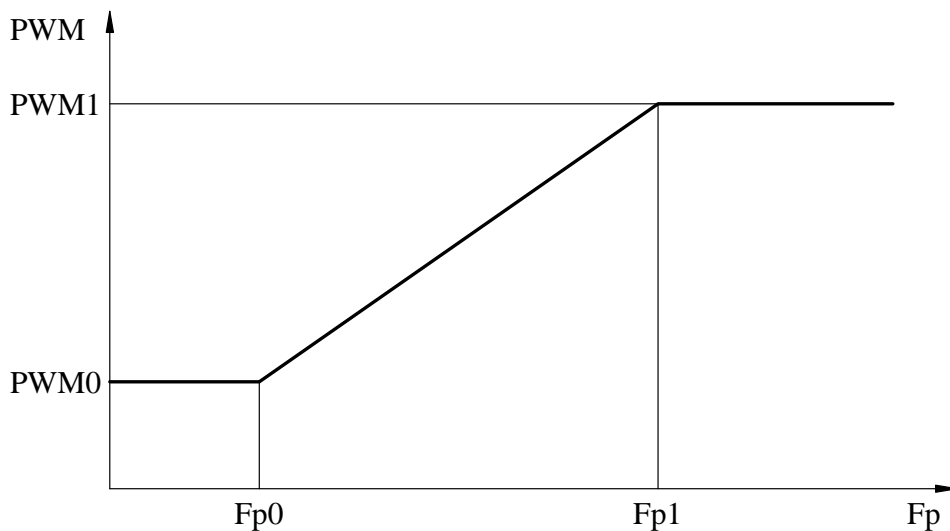

Рис. 6. Зависимость выходного относительного напряжения от частоты и табличных параметров.
3.6.7. Тип 4 – параметры кривой выходного относительного напряжения ($PWM=f(Fp)$) (рис.6) и дополнительные параметры.